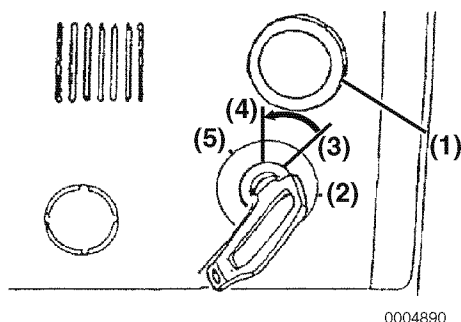

Figura 13
5. Gire la llave a la posición ON (**Figura 13, (3)**). Es normal que suene de advertencia durante el encendido.
6. Mientras presiona el botón de parada (STOP) (**Figura 13, (1)**), gire la llave a la posición de arranque (START) (**Figura 13, (2)**).
8. Coloque la llave en la posición OFF (apagado) (**Figura 13, (4)**). El motor se apagará.